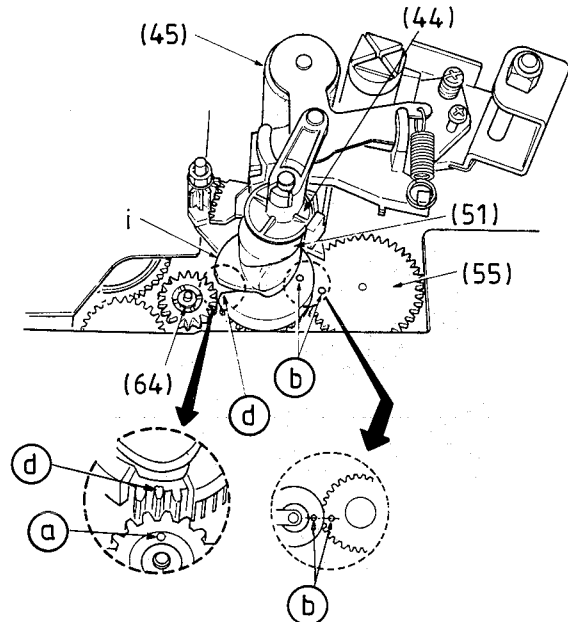

Fig. 63
7.12 Rollenhebelantrieb (51), Andruckrolleneinheit (45)
- Rollenhebelantrieb (51) so einsetzen, daß die Ecke "i" des P5-Hebels (53) in der Aussparung des Rollenhebelantriebs liegt (Fig. 63). Die Markierungsnase (d) am Zahnrad des Rollenhebelantriebs und das Markierungsloch (a) des Untersetzungs Zahnrads (64) müssen gegenüberstehen. Außerdem müssen die Markierungs- löcher (b) des Funktionswahlschalters (55) und des Zahnrades des Rollenhebelantriebs (51) gegenüberstehen.
- Andruckrolleneinheit (45) und Sicherungskappe (44) einbauen.
7.12 Roller Lever Drive (51), Pressure Roller Assembly (45)
- Fit the Roller Lever Drive (51), so that the corner "i" of the P5 Lever (53) lies in the cut out on the Roller Lever Drive (Fig.63). The marked nose (d) on the toothed gear of the Roller Lever Drive and the marked hole (a) on the Reduction Toothed Gear (64) must be aligned towards each other. In addition, the marked holes (b) on the Mode Select Switch (55) and on the tooth gear of the Roller Lever Drive (51) must be aligned towards each other.
- Fit the Pressure Roller Assembly (45) and the Securing Cap (44).